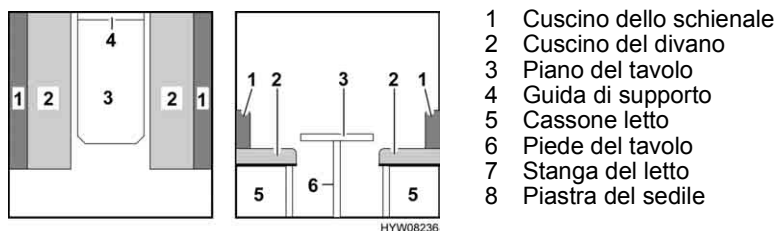

Fig. 41 Prima della trasformazione
- Sollevare leggermente il piano del tavolo (Fig. 41,3) in avanti.
- Sbloccare il piede del tavolo (Fig. 41,6) dall'elemento di fissaggio e ribaltarlo sul lato inferiore del tavolo.
- Alzare il piano del tavolo di circa 45° e sollevarlo dalla guida di supporto (Fig. 41,4) e riporre il piano del tavolo da parte. Il tavolo non è necessario per la trasformazione dei letti.
- Rimuovere i due cuscini del divano (Fig. 41,2) e posarli di lato.
- Rimuovere i due cuscini dello schienale (Fig. 41,1) e posarli di lato.